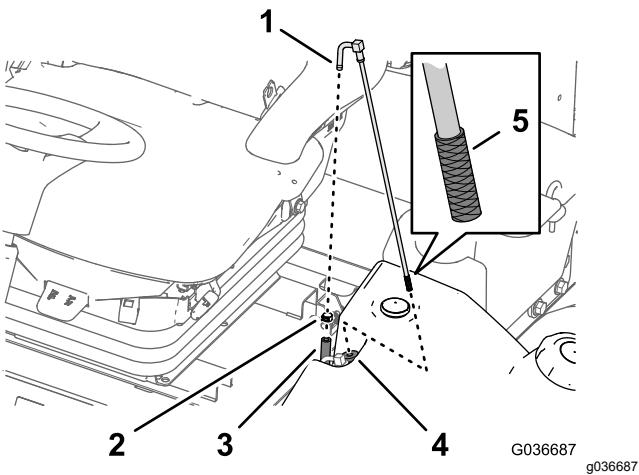

Bild 90
1. Entfernen Sie die Schlauchklemme, mit der der Kraftstoffzulaufschlauch am Anschlussstück des Kraftstoffansaugschlauchs befestigt ist (Bild 90).
2. Schließen Sie den Schlauch vom Anschlussstück ab (Bild 90).
3. Nehmen Sie den Kraftstoffansaugschlauch vom Kraftstofftank ab (Bild 90).
4. Reinigen Sie das Sieb am Ende des Kraftstoffansaugschlauchs (Bild 90).
5. Stecken Sie den Kraftstoffansaugschlauch durch die Gummibüchse in den Kraftstofftank (Bild 90).